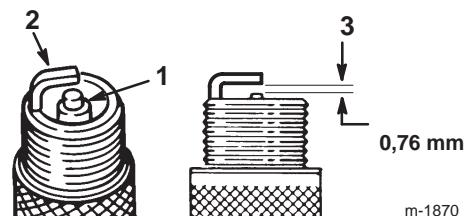

Figure 27
1. Inspectez le centre de la bougie (Fig. 27). Si le bec de l'isolateur est recouvert d'un léger dépôt gris ou brun, le moteur fonctionne correctement. S'il est couvert d'un dépôt noir, c'est généralement signe que le filtre à air est encrassé.
2. Contrôlez l'écartement entre les électrodes centrale et latérale (Fig. 27) et pliez l'électrode latérale si l'écartement est incorrect.